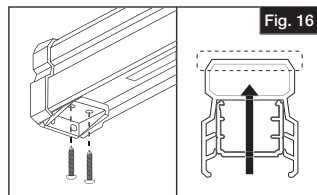

Fig. 16
- b. Usando los orificios en el soporte a modo de guía, perforo dos (2) agujeros de $\frac{1}{8}$ " desde la parte inferior del travesaño hacia arriba a través del travesaño superior. Coloque dos (2) tornillos de $1\frac{1}{2}$ " hacia arriba a través del orificio para fijar el soporte, el panel y el travesaño superior, teniendo cuidado de no perforar a través de la parte superior del travesaño superior (Fig. 16).